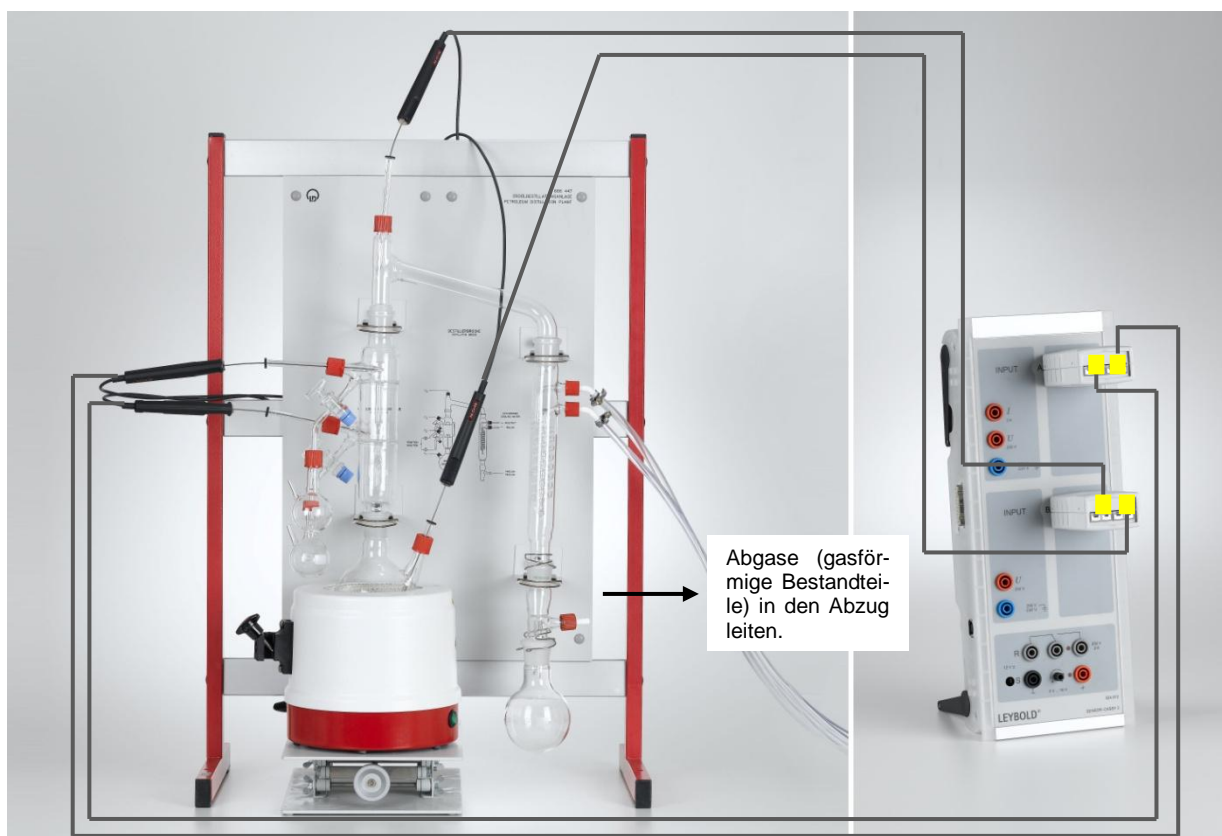

Abb. 1: Aufbau der Glockenbodenkolonne. Skizzierung der Verbindungen zu Sensor-CASSY 2 und der Abgasableitung in einen Abzug.
5. Falls die Apparatur nicht im Abzug steht: Am Ansatzrohr des Vorstoßes einen Schlauch mittels Schlauchklemme befestigen um die Abgase in einen Abzug einzuleiten (siehe Abb. 1).
7. Die vier Temperaturfühler nun in zwei NiCr-Ni-Adapter S einstecken und diese dann auf die Eingänge A und B vom Sensor-CASSY 2 stecken (siehe Abb. 1).